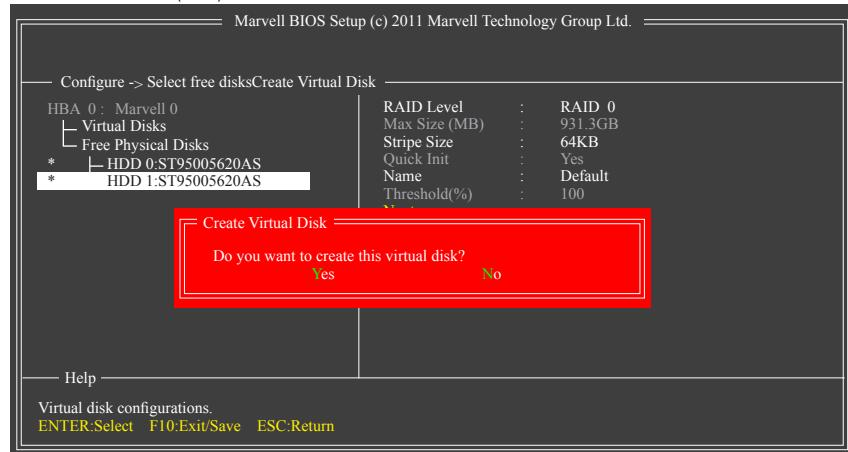

図5
4. **Next:** 上の設定を完了した後、**Next**に移動して <Enter> を押しアレイの作成を開始します。このアレイを作成するかどうかの確認を求められたら、<Y> を押して確認するか <N> を押してキャンセルします (図5)。